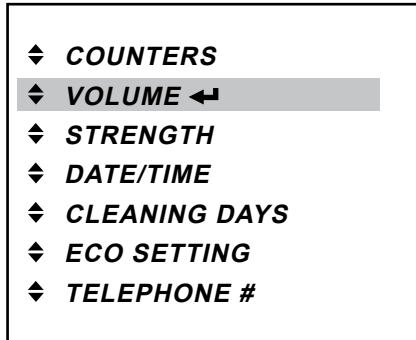

Fig. 34
1. Press the enter button  to access the «VOLUME» menu. (Fig. 34)